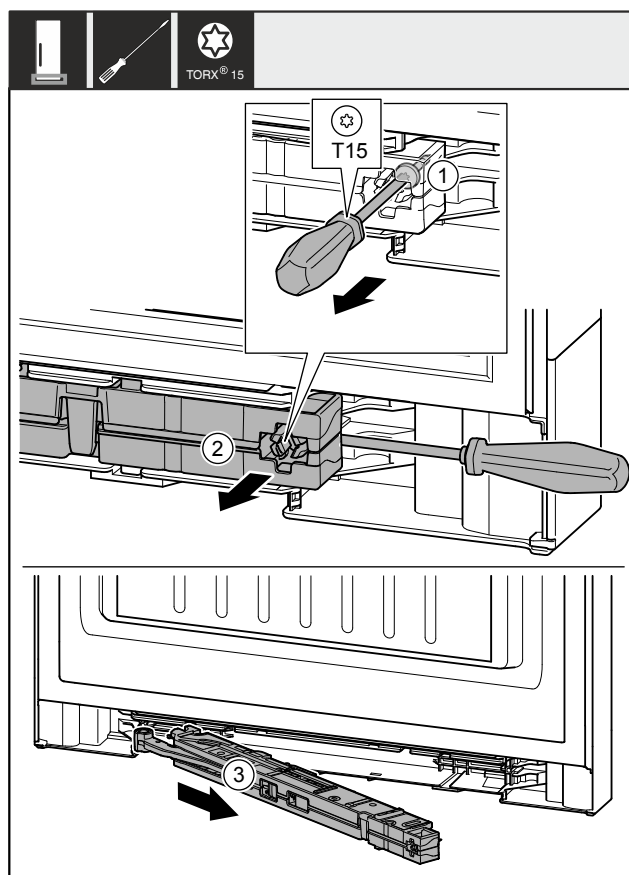

Fig. 11
- Løsn skruen Fig. 11 (1) på lukkedæmperenheden med en skruetrækker ca. 14 mm.
- Vip lukkedæmperenheden Fig. 11 (2) fremad på grebsiden.
- Træk lukkedæmperenheden Fig. 11 (3) ud.